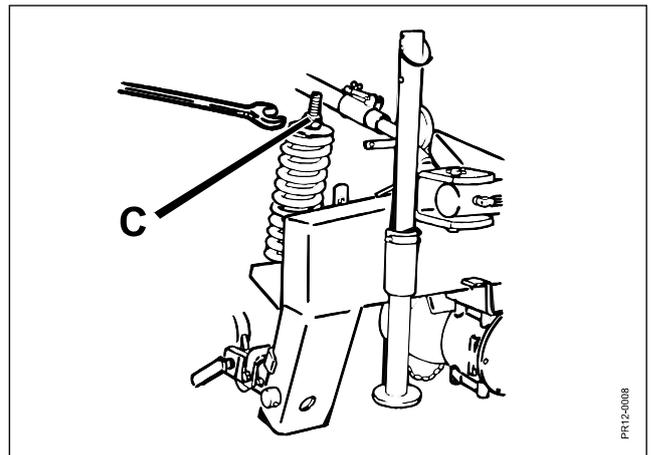

Fig. 2-16
- Fig. 2-16** 11) Die Entlastungsfedern werden auf die gewünschte Entlastung mit der Spindel **C** eingestellt.